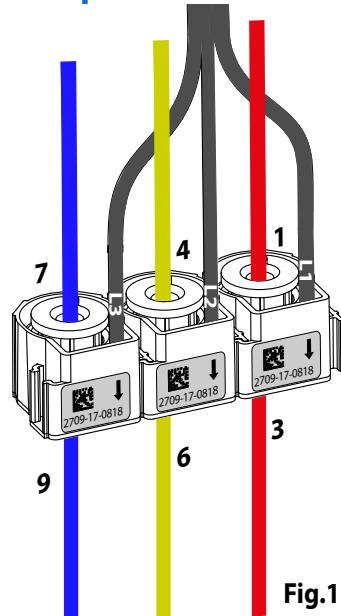

Fig.1
come indicato in Fig.1
The correct sequence of the Current Phases is: 1.3 4.6 7.9, as shown in Fig.1
La séquence correcte des Phases Actuelles est: 1.3 4.6 7.9, comme indiqué sur la Fig.1
1.3 4.6 7.9, wie in Fig.1
La secuencia correcta de las Fases Corriente es: 1.3 4.6 7.9, como se muestra en la Fig.1